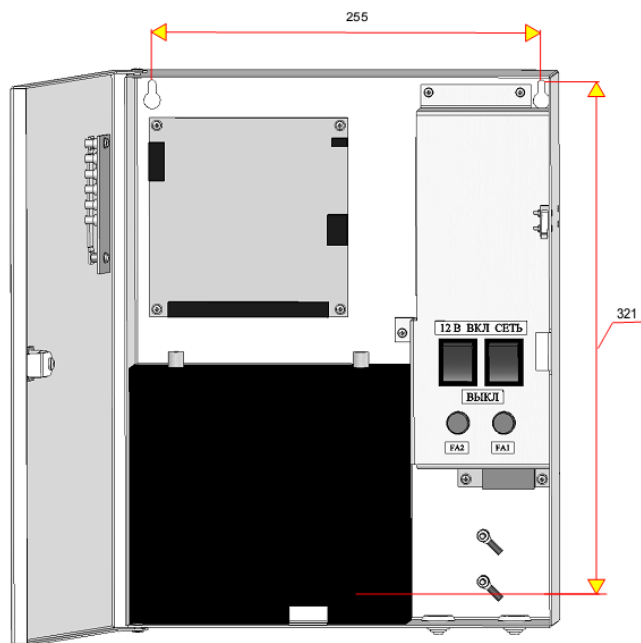

Рис. 3.5 Блок питания ИЮЛГ 3.001.200
3.4 Конструктивно блок питания (БП) выполнен в виде законченной конструкции (рис. 3.5), состоящей из корпуса и печатной платы.